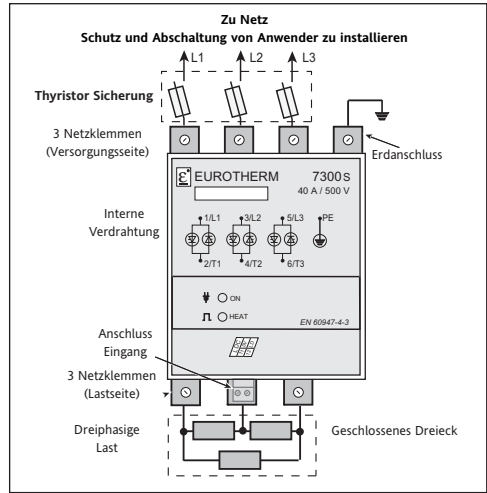

Abbildung 2-8 Dreiphasige Last in geschlossenem Dreieck Konfiguration (3D)
- Geschlossenes Dreieck (3 Anschlussleitungen, Code 3D), Abbildung 2-8